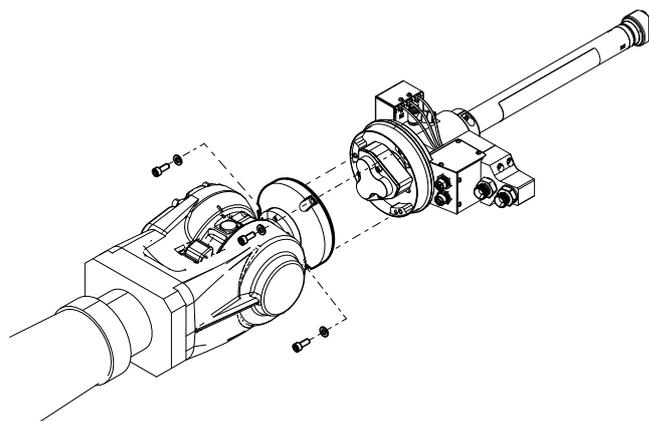

FIG. 8
5. Снимите винты крепления корпуса шарнира (619) на кронштейне для блокирования вращения.
6. Открутите три винта, используемых для крепления пистолета Switch 3D к монтажному фланцу робота. См. FIG. 8.